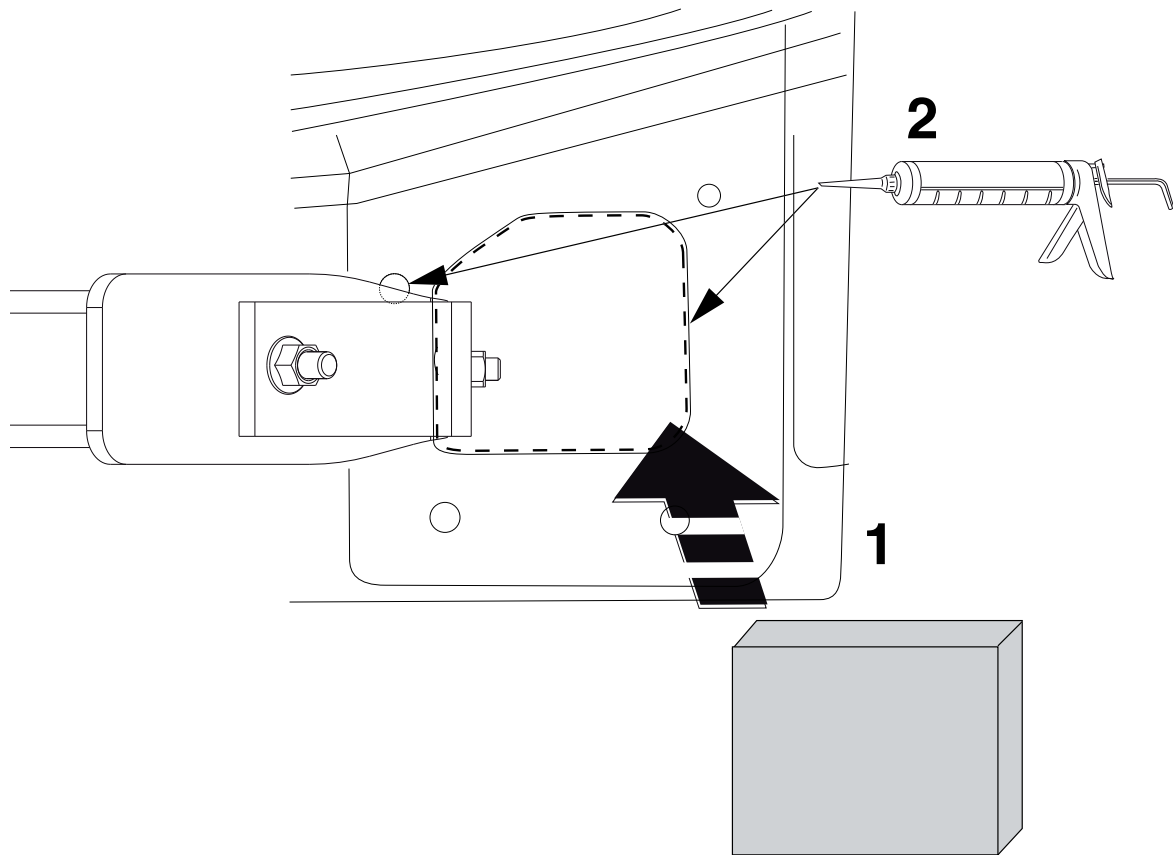

Fig. 3
9. В качестве уплотнения, вставить два полиэтиленовых элемента в балки шасси. Герметизировать обозначенные части (см. рис. 3)